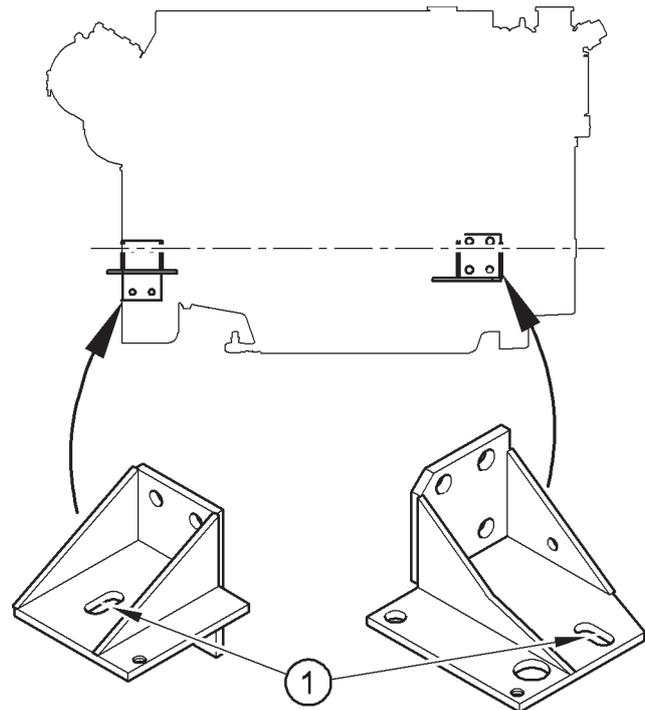

Figura 4
La figura 4 mostra i fori (1) in cui vanno inseriti i bulloni di mantenimento, 36 x 17 mm per consentire un certo movimento durante le fasi finali di allineamento. Nel caso in cui non sia necessario un allineamento preciso, ad esempio quando viene utilizzato un albero motore collegato in modo flessibile, i bulloni su tutti i quattro angoli del motore devono essere posizionati all'estremità della scanalatura, tutti completamente avvitati o allentati. Questo garantirà maggiore sicurezza durante le procedure di fissaggio.